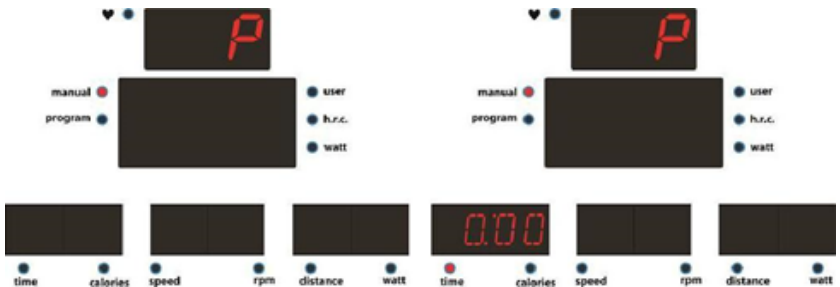

Abbildung 4
1. Benutzen Sie UP/DOWN, um das Manuelle Programm auszuwählen (Abb. 4) und dann die MODE-Taste, um die Auswahl zu bestätigen.